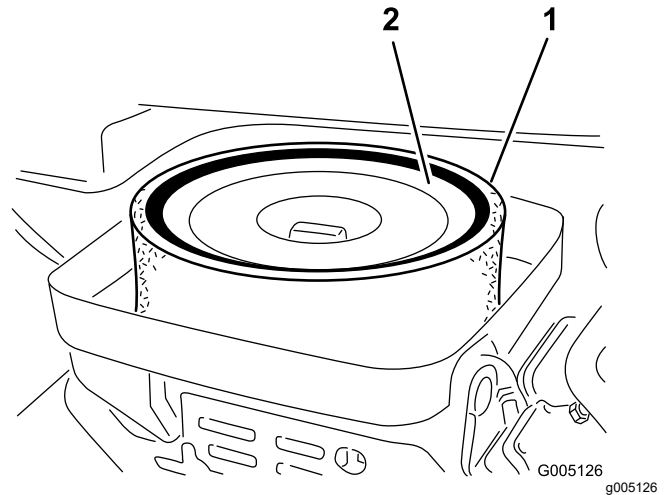

Figure 29
3. Retirez l'écrou à oreilles qui fixe les éléments au boîtier du filtre à air (Figure 29).
4. Si l'élément en mousse est encrassé, sortez-le de l'élément en papier (Figure 29). Nettoyez-le soigneusement comme suit :